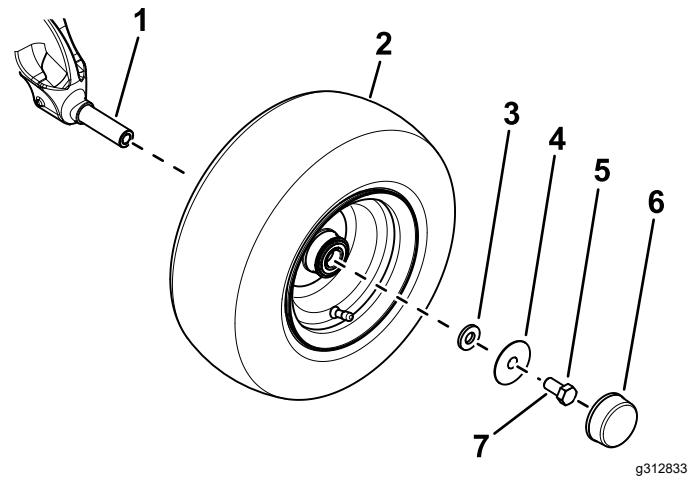

Figura 3
- B. Utilice una arandela pequeña, una arandela grande, y un perno ($\frac{5}{8}$ " x $1\frac{1}{4}$ ") para sujetar la rueda a la mangueta (Figura 3).
D. Instale el tapón guardapolvo en la rueda (Figura 3).